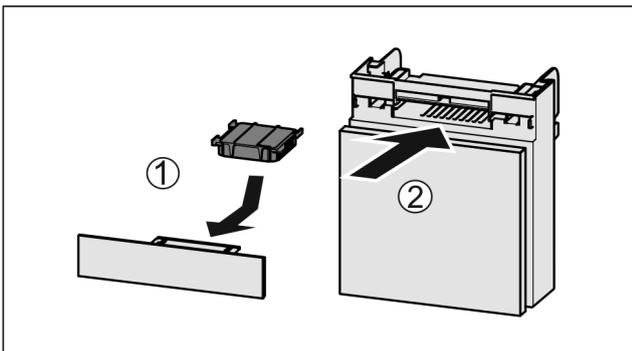

Fig. 138
- ▶ Aktivkohlefilter nach Abbildung einsetzen Fig. 138 (1).
- ▶ Fach einschieben Fig. 138 (2).